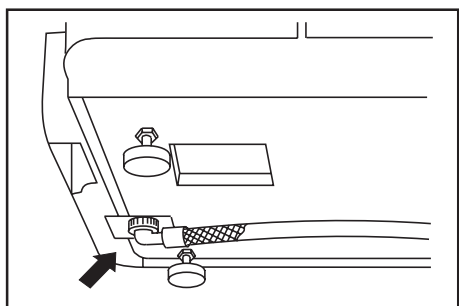

Fig. 3
- Der Anschluss hat an einer Trinkwasserleitung zu erfolgen. Es sind Druckverhältnisse zwischen 1,8 und 8 bar zulässig. Es darf nur ein entsprechender Verbindungsschlauch benutzt werden (Abb.3).